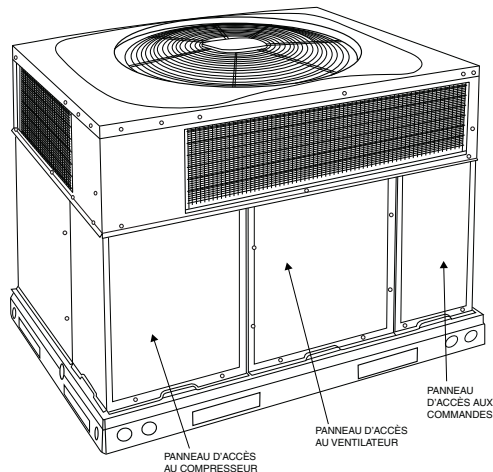

Fig. 22 – Panneaux d'accès de l'appareil
- a. Retirez les panneaux d'accès du ventilateur (consultez la Fig. 22).
- g. Réinstallez les panneaux d'accès du ventilateur (consultez la Fig. 22).
1. Retirez le panneau d'accès de commande (consultez la Fig. 22).
Retirez les panneaux d'accès du ventilateur (consultez la Fig. 22). L'interrupteur de limite est situé sur le compartiment de ventilateur.
3. Retirez le panneau d'accès de commande (consultez la Fig. 22).
Retirez les panneaux d'accès (consultez Fig. 22) pour accéder aux commandes électriques et au câblage. Vérifiez que toutes les connexions électriques sont bien serrées. Serrez toutes les vis des connexions. Si les connexions portent des traces de décoloration ou de brûlure, démontez les connexions, nettoyez toutes les pièces, coupez et dénudez l'extrémité des fils, puis refaites-les correctement en serrant bien.